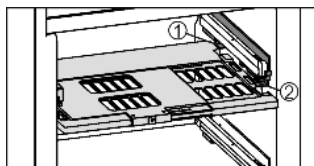

Fig. 9
► Feuchteregulierungsplatte einsetzen: Deckelstege der Platte von unten in die hintere Halterung Fig. 9 (1) einführen und vorne in die Halterung Fig. 9 (2) einrasten.